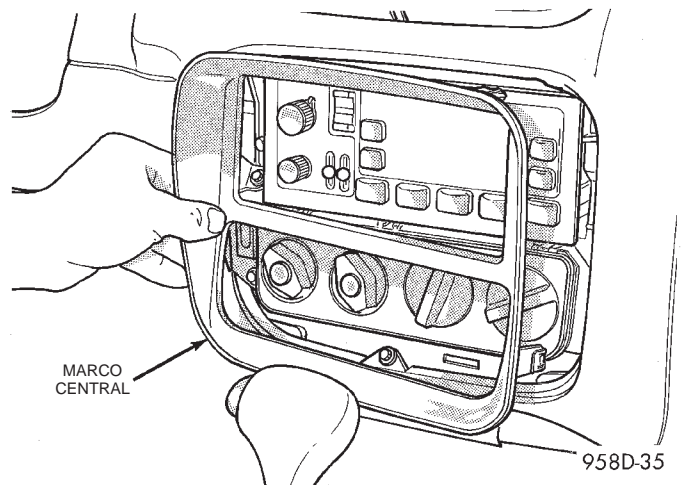

Fig. 52 Marco central
- (3) Extraiga el marco central (Fig. 52).